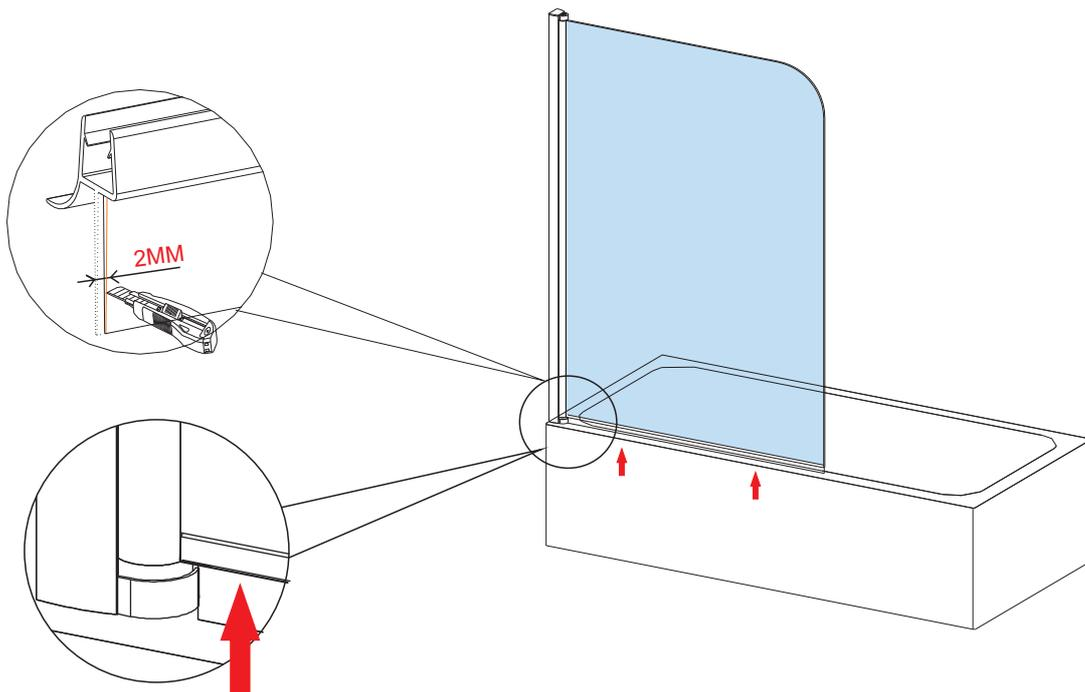

FIG 8
8. Fix the bottom seal. **FIG 8.**